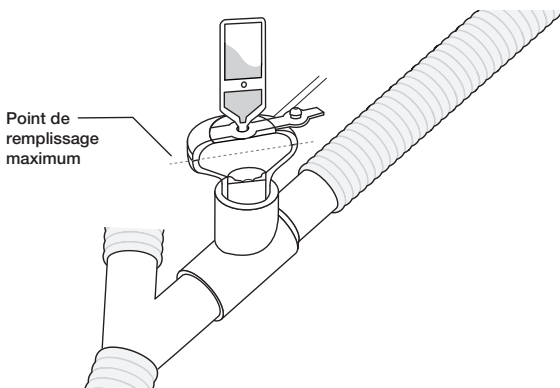

Figure 10. Remplissage du nébuliseur à l'aide d'une ampoule préremplie
- Ajouter la solution médicamenteuse dans l'orifice de remplissage du nébuliseur à l'aide d'une ampoule préremplie ou d'une seringue (figure 10).
La capacité maximale du nébuliseur est de 10 ml. Ne pas remplir le nébuliseur au-delà du point de remplissage maximum (figure 10). La face inférieure du bouchon de remplissage constitue le point de remplissage maximum.